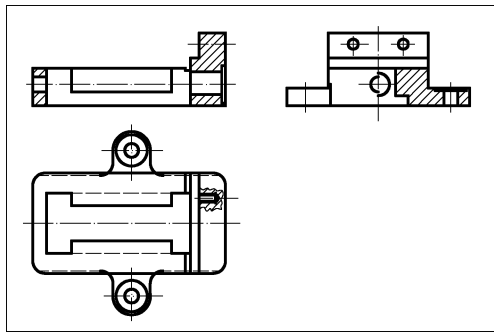

图 11-67 绘制剖面线示例
- 2) 选择“绘图”面板→“图案填充”命令，设置填充样式后，绘制出剖面线，如图 11-67 所示。